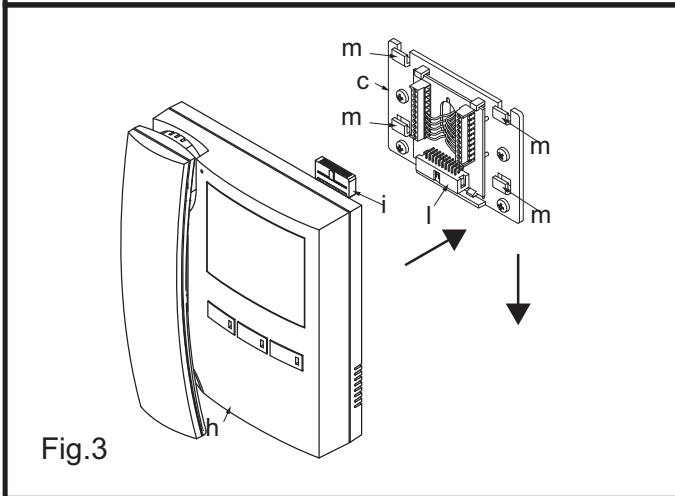

Fig.3
- inserire il connettore "i" del cavo flat che fuoriesce dal retro del videocitofono nel connettore "l" della scheda di connessione (Fig.3),
- avvicinare il videocitofono alla piastra di fissaggio facendo corrispondere le aperture "n" (Fig.4) ai ganci "m" (Fig.3) quindi spingere il videocitofono verso il basso fino all'aggancio come suggerito dalle frecce in figura 3.
- Once the wires are connected, hook the videophone "h" to the Mounting plate "c" as shown in Fig. 3.
- Place the videophone "h" against the 4 hooks "m" on the mounting plate "c" (in line with the 4 openings "n" on the rear side of the videophone Fig. 4) and push down as suggested by the pointers in Fig. 3, the videophone will lock into place;